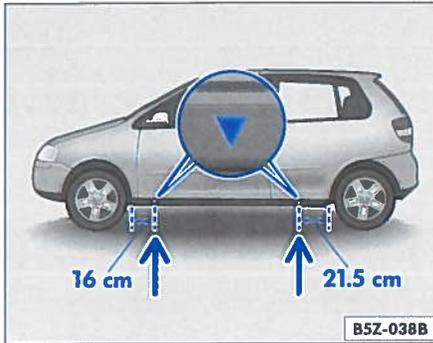

Abb. 108 Aufnahmepunkte für den Wagenheber
1. Suchen Sie den Aufnahmepunkt ⇒ Abb. 108 für den Wagenheber ⇒ ⚠, der dem zu wechselnden Rad am nächsten liegt. Bei einigen Fahrzeugen befinden sich an diesen Stellen Markierungen.
Der Wagenheber darf nur an den gezeigten Aufnahmepunkten angesetzt werden ⇒ Abb. 108. Der vordere Ansetzpunkt befindet sich in einem Abstand von ca. 16 cm und der hintere ca. 21,5 cm vom Radhaus entfernt. Beide Unterholme weisen Einsenkungen auf, die die entsprechenden Ansetzpunkte markieren.